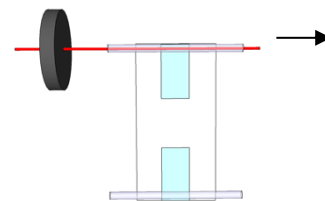

Figura 4
- 4 Inserte el otro extremo del agitador de café a través de una de las secciones de paja aseguradas a la lámina corrugada. Ver figura 4.